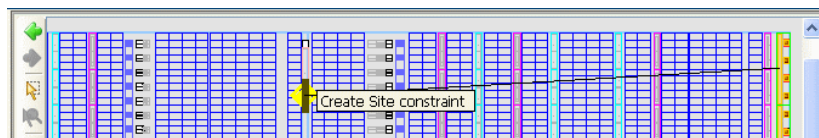

図 8-28 : クロック ロジックの手動配置
3. 配置するロジックを [Find Results]、[Schematic]、または [Netlist] ビューでクリックし、[Device] ビューのサイトにドラッグします。267 ページの図 8-28 は、手動のクロック配置の例を示しています。